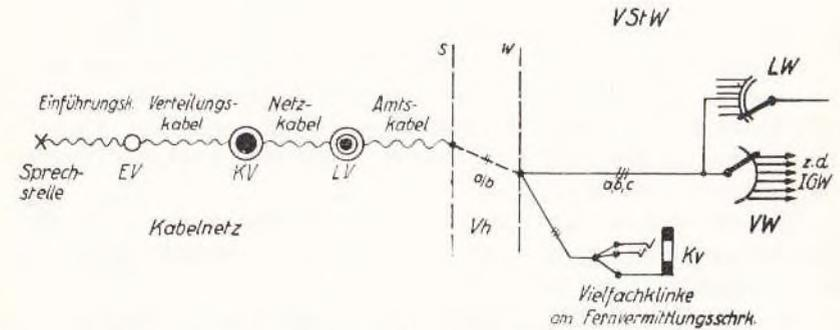

Bild 58. Führung einer Anschlußleitung (ohne b-Drahtspeisung).
3. Ortskabel enthalten Leitungen, die den Bereich eines Ortsnetzes nicht überschreiten. Hierzu gehören Schnelleitungen, Überweisungsleitungen, Zwischenleitungen und Anschlußleitungen. Die Unterteilung der Anschlußkabel in Amts-, Netz- und Verteilungskabel geht aus dem Bild 58 hervor.